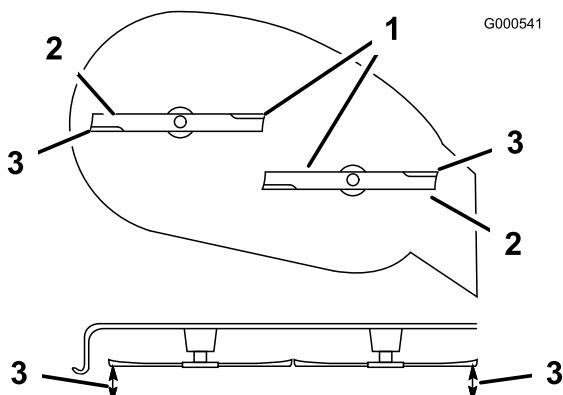

Figura 39
5. Fate ruotare con cautela la lama (o lame) da un lato all'altro (Figura 39).
6. Misurate la distanza tra i taglienti esterni e la superficie piatta (Figura 39). Se entrambe le misure non rientrano nella tolleranza di 5 mm è necessario regolare; proseguite l'operazione.